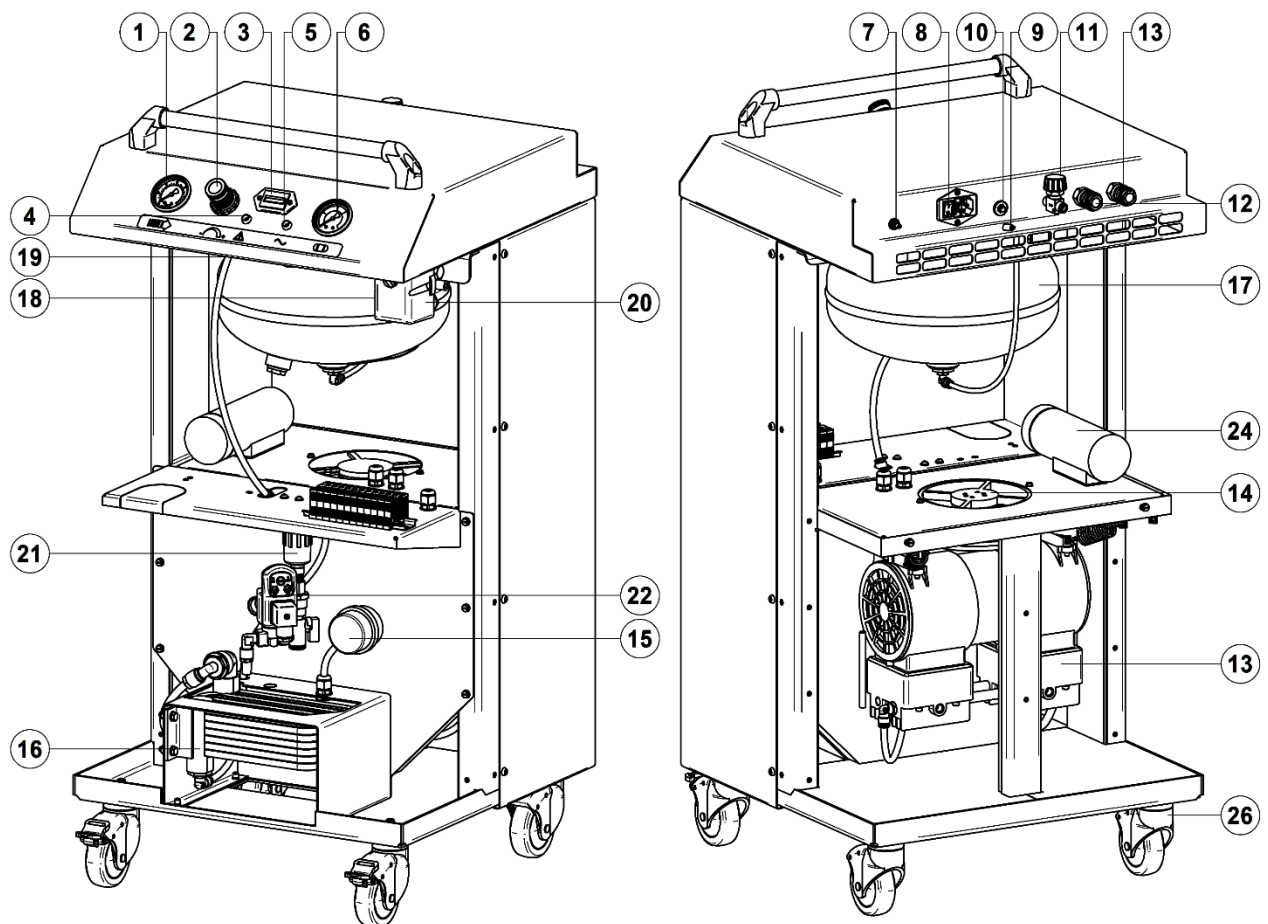

Рисунок 5 - Общий вид компрессора
**ПРЕДУПРЕЖДЕНИЕ: ПЕРЕД ПЕРВЫМ ПУСКОМ КОМПРЕССОРА НЕОБХОДИМО УБЕДИТЬСЯ В ПРАВИЛЬНОСТИ НАСТРОЙКИ ТАЙМЕРА АВТОМАТИЧЕСКОГО КОНДЕНСАТООТВОДЧИКА 22 (РИС. 5). НОМИНАЛЬНЫЕ ЗАВОДСКИЕ НАСТРОЙКИ ТАЙМЕРА:**
- Выверните фильтр **15** (рис. 5);
- Отверните колбу фильтра-влагоотделителя **21** (рис. 5) против часовой стрелки;